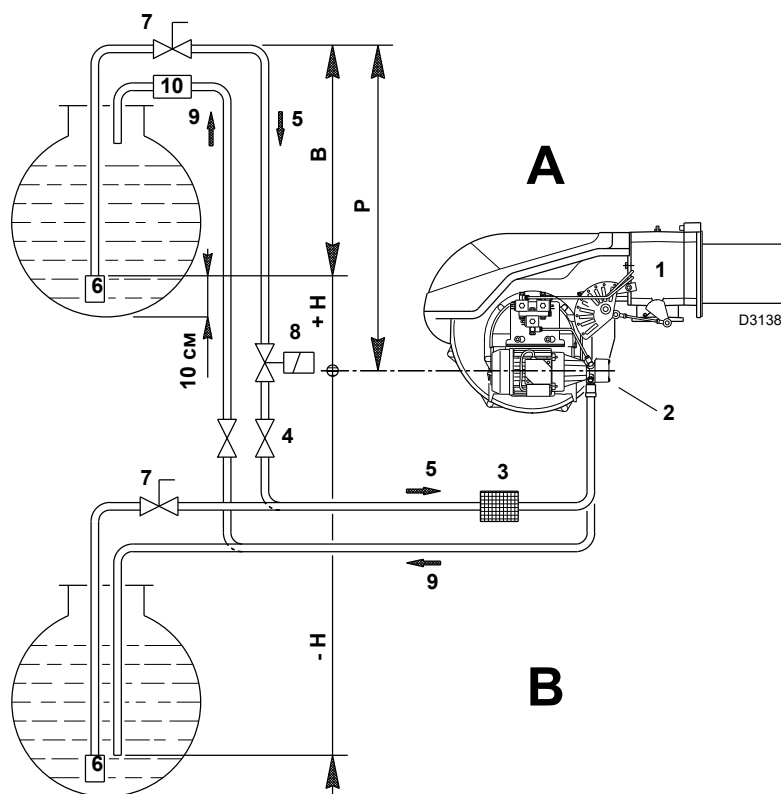

Рис. 22
**Бак вище пальника, варіант А** (Рис. 22)
**Бак нижче пальника, варіант В** (Рис. 22)
**Умовні позначення (Рис. 22)**